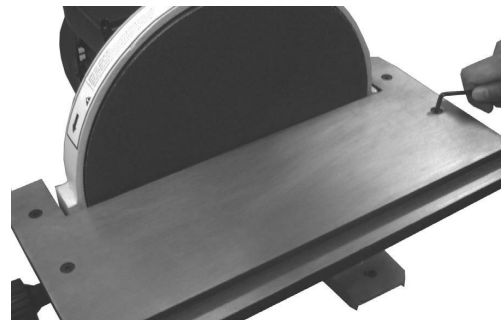

Fig. 04
3. Maintenez en permanence un écart d'environ 1,5 mm entre le coin de la table et le disque. Si un réglage est nécessaire, desserrez les quatre boulons (Fig. 04) et placez la table dans la bonne position.